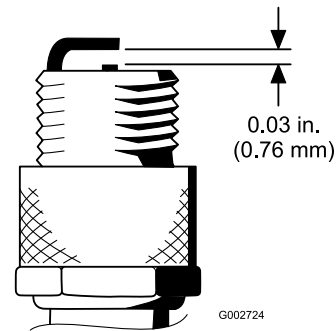

図 28
4. エアギャップを 0.76 mm に調整する(図 28)を参照。正しく調整された点火プラグをガスケットシールと共にエンジンに取り付け、 $23 \text{ N}\cdot\text{m}$ $2.3 \text{ kg}\cdot\text{m}$ $= 200 \text{ in}\cdot\text{lb}$ にトルク締めする。トルクレンチがない場合は十分に締め付ける。